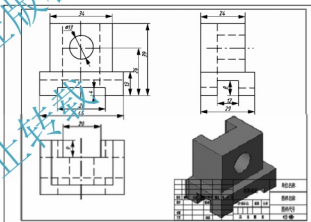

图 13-16 添加图框后的图形
- (11) 添加图框：将“A3”图框插入到该布局，结果如图 13-16 所示。